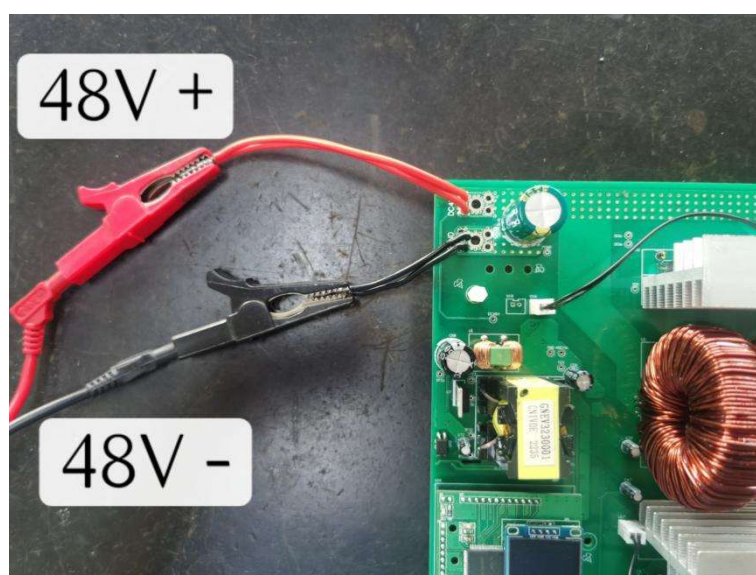

图 4-8 输入电源
4.2.3 在保证输入电源关闭的情况下，接入输入电源，操作如图 4-8 所示：
- 4.3.3 在保证输入电源关闭的情况下，接入输入电源，操作如图 4-8 所示：